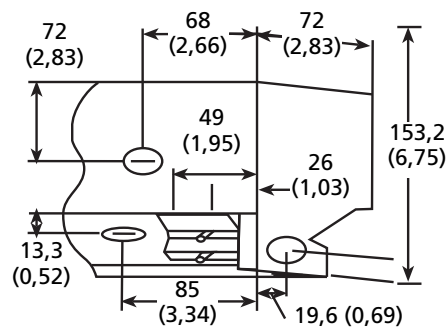

Figure 4 – Dimensions du compartiment de câblage – mm (po)
Pour obtenir le fonctionnement le plus efficace, placer la plinthe chauffante le long d'un mur extérieur, sous les fenêtres. Placer la plinthe chauffante de manière à la fixer sur un montant du mur. Le câble d'alimentation électrique doit entrer dans la plinthe chauffante par une des alvéoles défonçables du compartiment de câblage. Voir la Figure 4.
5. Desserrer la vis du collier de serrage intégré ou enlever les alvéoles défonçables du compartiment de câblage de la plinthe chauffante (Figures 4 et 5). Installer le câblage d'alimentation dans le compartiment de câblage en prévoyant 152 mm (6 po)